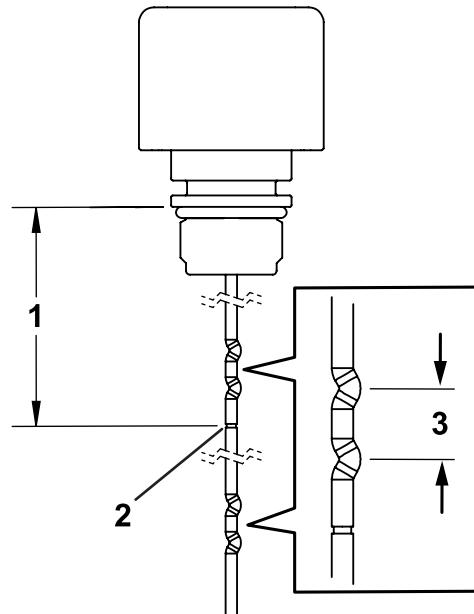

図 13
3. 図13に示す位置でディップスティックを切断する。切断面は必要に応じてバリを除去してなめらかにする。
する。図13を参照方。